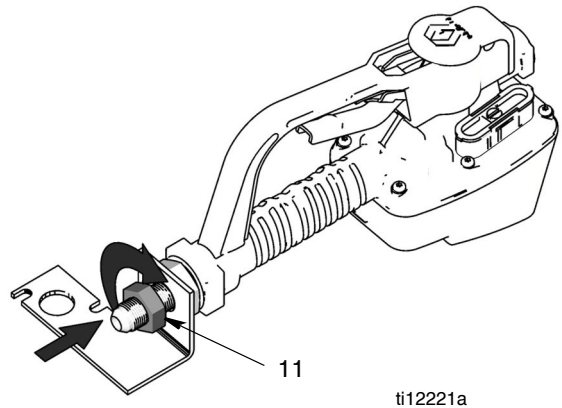

Рис. 8
- с. Навинтите гайку (11) (Рис. 8). Затяните пальцами.